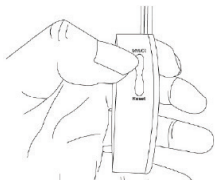

Abb. 2.3
- Drücken Sie MM/Ct (**Abb. 2.3**) um zwischen Abmessung in Millimeter und Gewicht in Karat umzuschalten
- Schließen Sie langsam den Schieber (**Abb. 2.5**) – die Messung wird direkt auf der Ablesefläche angezeigt. Drücken Sie MM/Ct (**Abb. 2.3**) um zwischen Abmessung in Millimeter und Gewicht in Karat umzuschalten